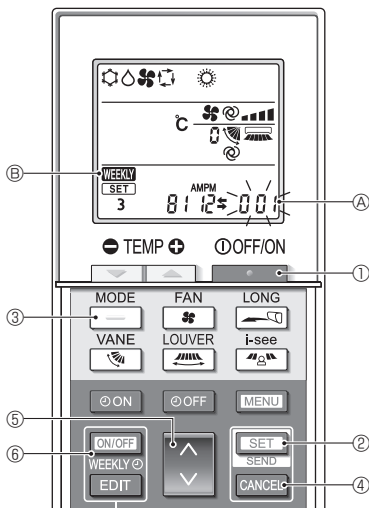

Fig. 5-9
- Drücken Sie die [MENU] -Taste ②.
5.9.8. Den Betrieb im Automatikmodus deaktivieren (Fig. 5-9)
1. Drücken Sie die [POWER] -Taste ①, um die Klimaanlage anzuhalten.
- Wenn der Wochen-Timer aktiviert ist, drücken Sie die [ON/OFF WEEKLY] -Taste ⑥, um den Timer zu deaktivieren. ([WEEKLY] ⑧ verschwindet.)
2. Drücken Sie die [SET] -Taste ② 5 Sekunden lang.
- Das Gerät ruft den Funktionseinstellungsmodus auf. (Die Gruppenmodelleinstellungsnummer ④ blinkt.)
3. Drücken Sie die [UP] -Taste ④.
4. Abschließen der Einstellungen (Fig. 5-9)